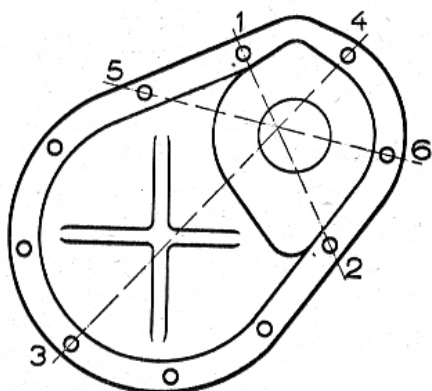

Fig. 5 (ci-contre)
• Serrer modérément les vis en suivant l'ordre indiqué par la figure 5.